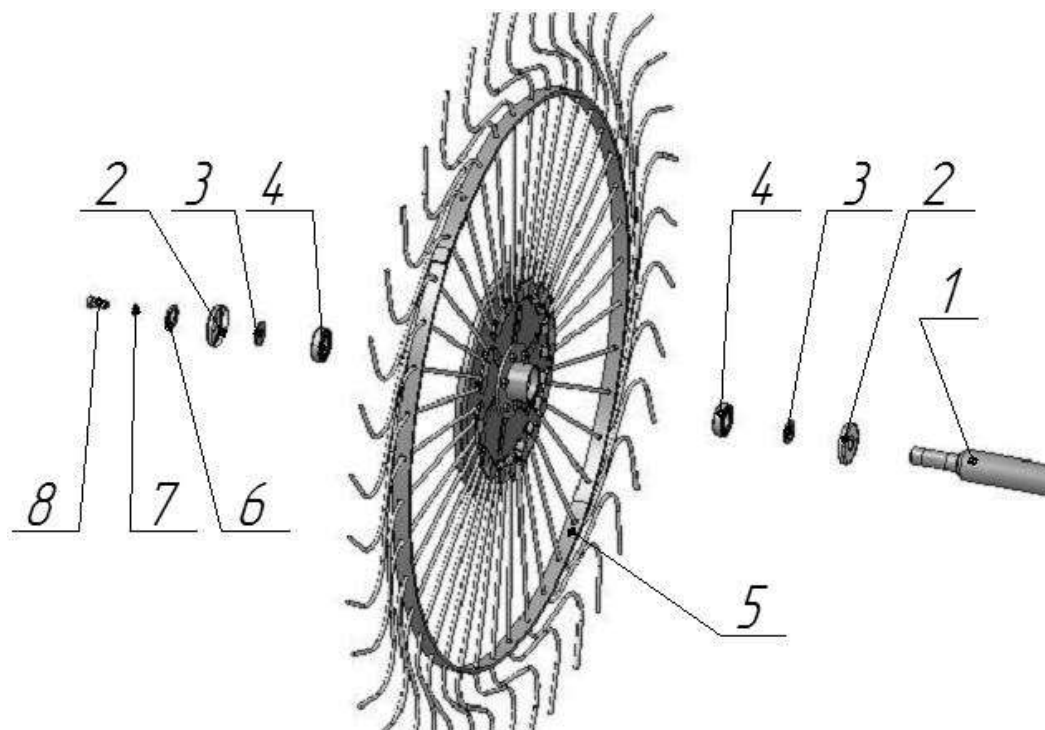

Рис.11 Сборка колеса рабочего.
7.2.7 Соберите рабочие колеса (рис. 11), установите их на оси навесок таким образом, чтобы отогнутые концы зубьев в верхней части колеса были направлены в сторону заднего конца секций, закрепите болтами М12х25 (упорные шайбы с усиком ставить на левую секцию).